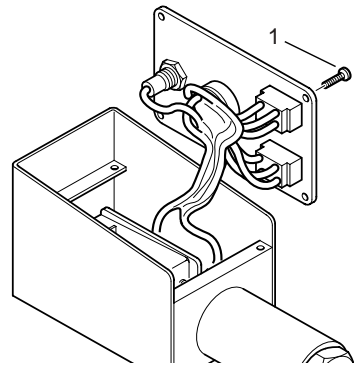

figura 6 - 1
Quite los cuatro tornillos redondos con cabeza de estrella (M 4 x 6) (1) que fijan el panel de mando. Como se muestra en la figura 6 - 1, esta acción permite acceder a las piezas eléctricas para realizar su mantenimiento y revisión.